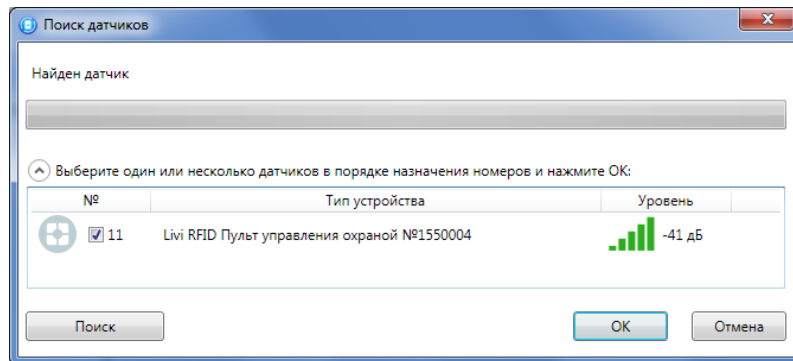

Рисунок 4.37 — Поиск радиоустройства
4. В следующем окне (см. рисунок 4.37) будет отображен список устройств, доступных для связывания в радиусе действия радиоканала. Если подключаемого устройства нет в списке, то его следует повторно перевести в режим связывания (любое устройство серии Livi находится в режиме связывания ровно 60 секунд).